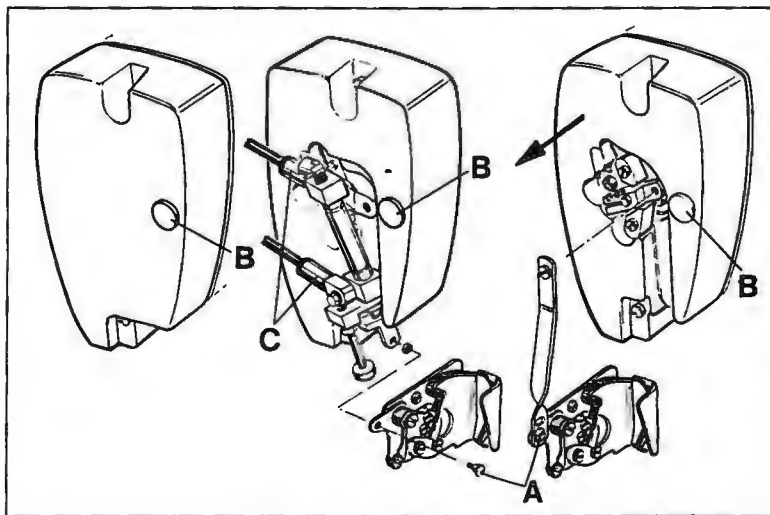

Fig.18
1. Remove the head cover*, presser foot and feed dogs. For removing the head cover on styles with thread wiper also shoulder screw (A, Fig. 18) on bell crank lever of thread wiper has to be screwed out. On styles equipped with pneumatic thread wiper additionally the PA-tubes have to be disconnected on the straight connectors (C) of the air cylinder. On styles with solenoid operated thread wiper the head cover has to be removed horizontally (in direction of the arrow) to avoid damaging of plug and receptacle.
1. Entfernen Sie den Kopfdeckel*, Drückerfuß und Transporteure. Zum Entfernen des Kopfdeckels muß bei Maschinen mit Fadenzieher auch die Ansetzschraube (A, Fig. 18) am Winkelhebel des Fadenziehers herausgedreht werden. Bei Maschinen, die mit pneumatischem Fadenzieher ausgerüstet sind, müssen zusätzlich die PA-Schläuche an den geraden Verschraubungen (C), am Luftzylinder gelöst werden. Bei Maschinen mit magnetisch betätigtem Fadenzieher muß der Kopfdeckel horizontal (in Pfeilrichtung) abgezogen werden, damit Stecker und Steckbuchse nicht beschädigt werden.
* The needle bar can also be aligned and set to height without removing the head cover. For this, remove plug (B, Fig. 18) in the head cover to have access to screw (A, Fig. 19) in the needle bar connection. Remount the plug.
* Die Nadelstange kann auch ohne Abbau des Kopfdeckels ausgerichtet und auf die Höhe eingestellt werden. Entfernen Sie dazu den Verschlussstopfen (B, Fig. 18) im Kopfdeckel, damit die Schraube (A, Fig. 19) im Nadelstangen-Mitnehmer zugänglich wird. Montieren Sie den Verschlussstopfen wieder.
* Die Nadelstange kann auch ohne Abbau des Kopfdeckels ausgerichtet und auf die Höhe eingestellt werden. Entfernen Sie dazu den Verschußstopfen (B, Fig. 18) im Kopfdeckel, damit die Schraube (A, Fig. 19) im Nadelstangen-Mitnehmer zugänglich wird. Montieren Sie den Verschußstopfen wieder.